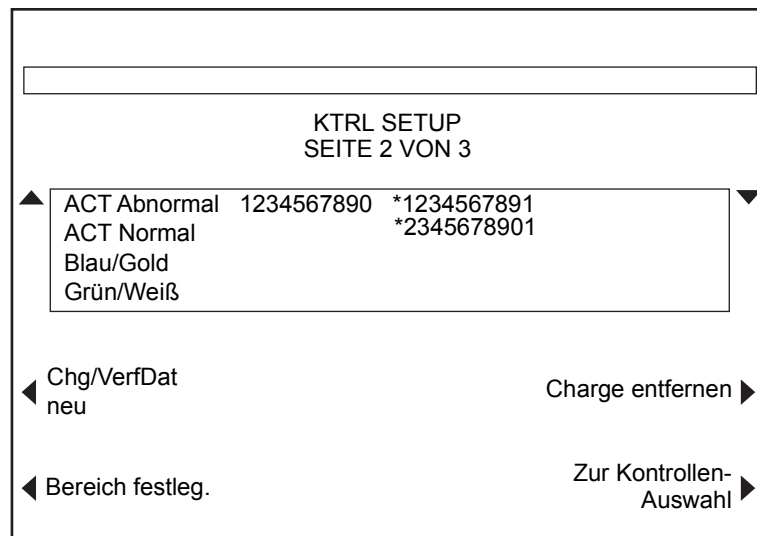

Abbildung 3-15. Bildschirm KONTROLLCHARGE/VERFALLSDATUM, nachdem „Kontrolle bearbeiten“ gedrückt wurde
4. **Kontrolle bearbeiten** – Wenn Sie diese Taste drücken, erscheint eine Gruppe von Funktionstasten zum Hinzufügen, Entfernen oder Auswählen der Kontrollenchargen am Bildschirm. Abbildung 3-15 zeigt das Aussehen dieses Bildschirms. Diese Tastenfunktionen werden im Folgenden erklärt.
Wird die Taste **Kontrolle bearbeiten** gedrückt, erscheint der in Abbildung 3-15 dargestellte Bildschirm KTRL SETUP.